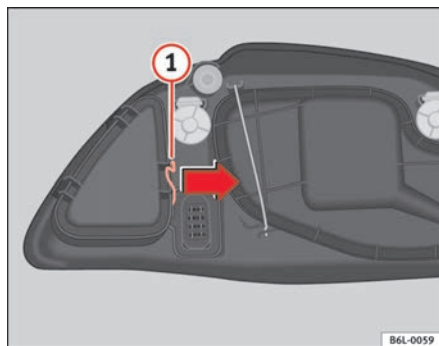

Fig. 154 Luz de población
- Desplace el tirante ① ⇒ fig. 154 en el sentido de la flecha y retire la tapa.